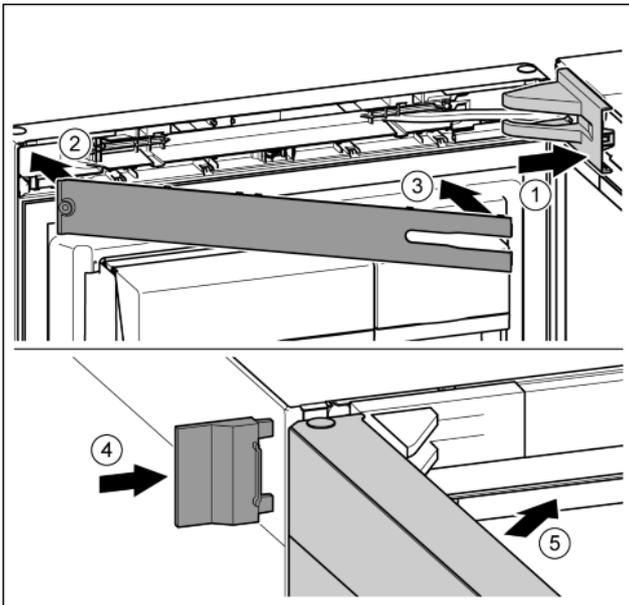

Fig. 41
- ▶ Abdeckung aufsetzen und einrasten, ggf. vorsichtig auseinanderdrücken. Fig. 41 (1)
- ▶ Abdeckung aufsetzen. Fig. 41 (2)
- ▶ Abdeckung einschwenken und einrasten. Fig. 41 (3)
- ▶ Äußere Abdeckung aufschieben. Fig. 41 (4)
- ▶ Obere Tür schließen. Fig. 41 (5)